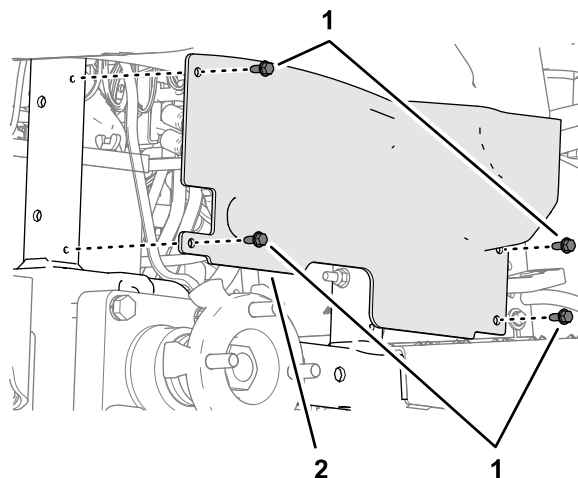

図 31
3. ホイールシュラウドを車体フレームに固定しているフランジキャップスクリュー $\frac{1}{4} \times \frac{5}{8}$ " 4本を外す 図 31。
- ホイールシュラウドの穴を機体フレームの穴に合わせ 図 31、シュラウドをフレームに固定するステップ3で外したフランジキャップスクリュー 1/4 x 5/8"4 本を使用する。